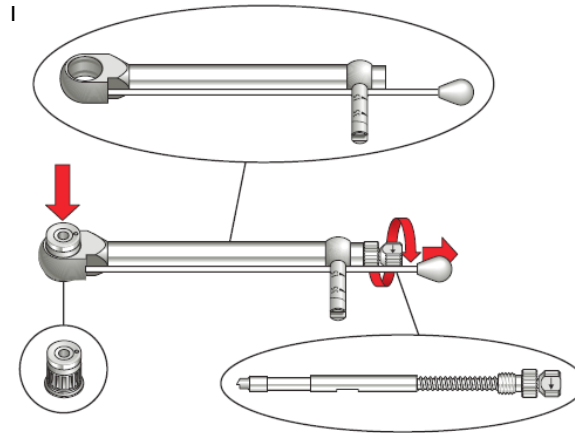

Abbildung 1: Zerlegen der manuellen Drehmomentratsche
1. Die manuellen Drehmomentratschen vor der Reinigung zerlegen, indem der Adapter und die Stange vom Ratschenkörper wie in **Abbildung 1** gezeigt entfernt werden.
1. Die manuellen Drehmomentratschen vor der Reinigung zerlegen, indem der Adapter und die Stange vom Ratschenkörper wie in Abbildung 1 gezeigt entfernt werden.